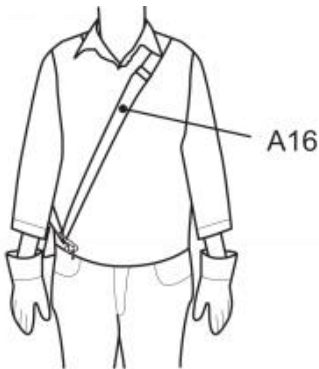

Fig. 33
2. Plaats het harnas (A16) zo dat het over de linkerschouder loopt en de borst en rug kruist. De bevestigingsclip (A18) moet zich op de rechterheup bevinden (Fig. 33).